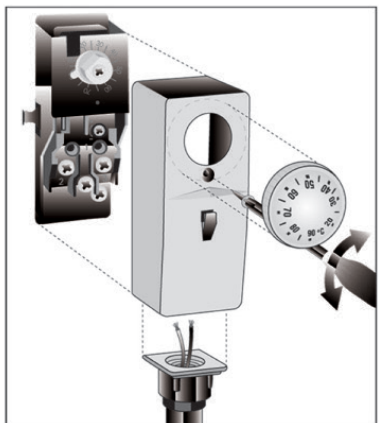

fig.3 - Abb.3 - εικ.3 - rys.3 - рис.3
- A) Fix the appliance to the pipe by means of its specific fastener. (fig.3)
- A) Aquastat à réglage externe: enlevez le bouton de réglage, puis retirez le couvercle en dévissant la vis. Passez le câble de raccordement dans le presse-étoupe et raccordez les fils aux bornes (voir paragraphe "raccordements électriques"). (fig.3)
- A) Das Produkt mit dem mitgelieferten Spezialteil an der Leitung befestigen. (Abb.3)